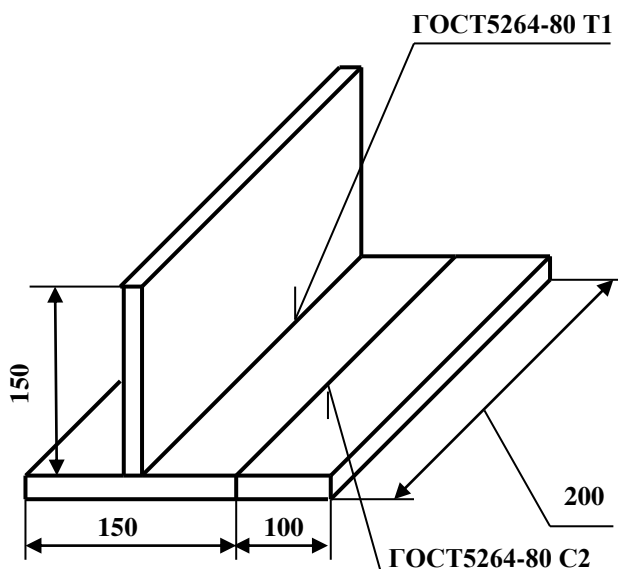

рис.1
Текст задания: *Выполните подготовку листов толщиной 3 мм под сборку на прихватках согласно рис.1 методом ручной дуговой сварки покрытыми электродами.*
1. Выберите 3 пластины толщиной 3 мм каждая (материал: ст3сп ГОСТ 380) с размерами согласно рис.1
3. Выполните разметку кромок заготовок для сборки под сварку согласно типам соединений, указанных на рис.1.
5. Поочередно соберите пластины (как показано на рис.1).
- 3 пластины толщиной 3 мм (материал :ст3 сп ГОСТ380) с размерами по рис.1